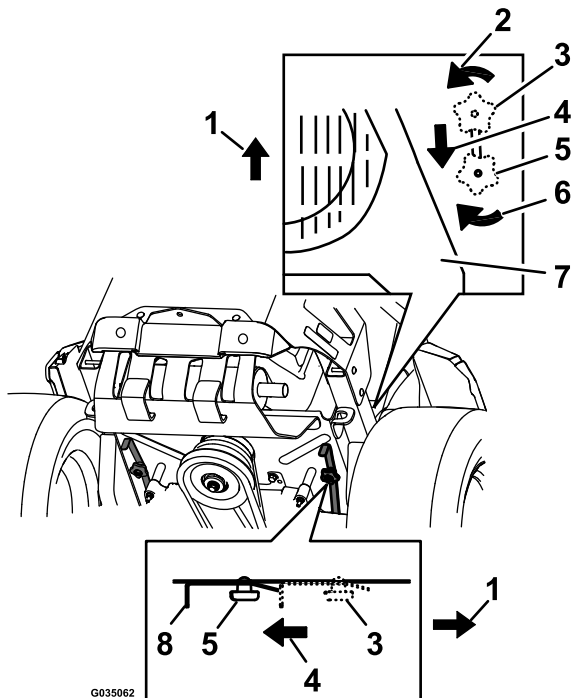

図 34
3. バイパスノブ2つともを後ろに引いて固定すると機体を牽引できるようになる 図 34。
5. バイパスノブを前方に押し込んで固定すると走行できるようになる 図 34。